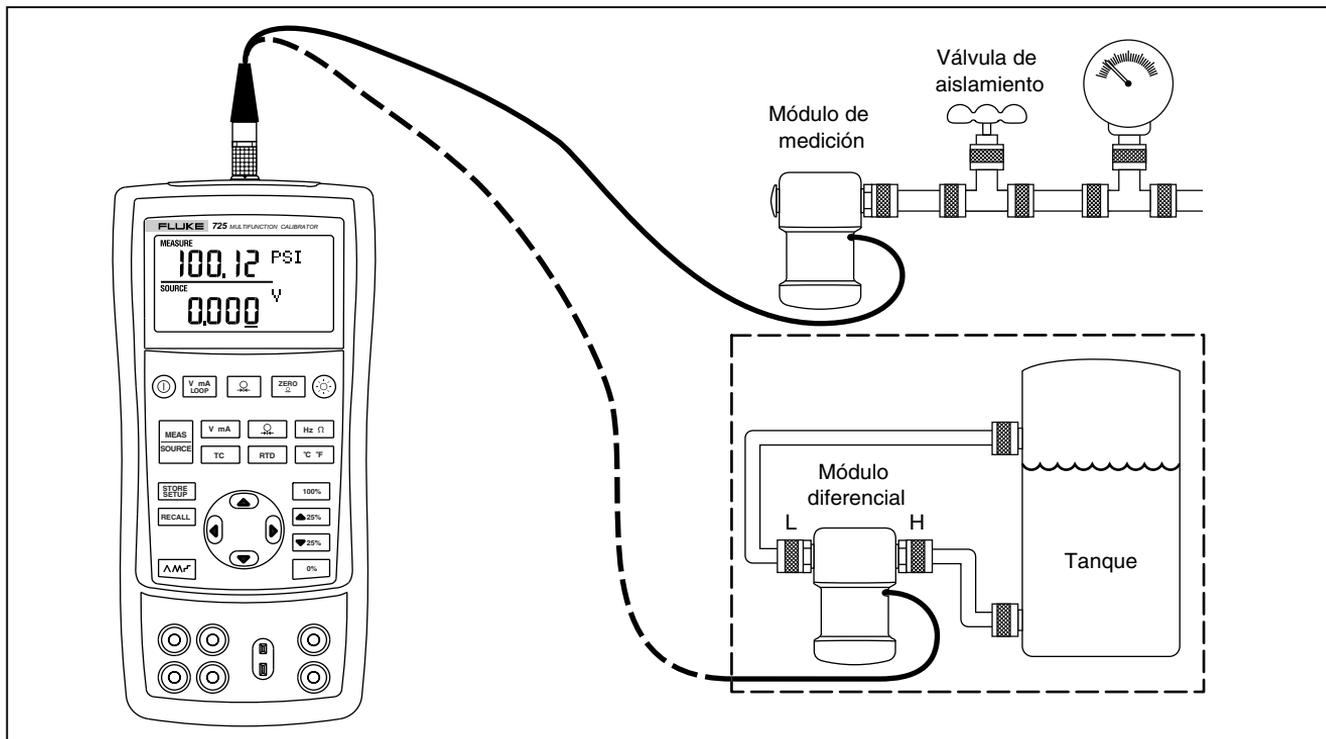

Figura 13. Conexiones para medir presión
1. Conecte el módulo de presión al calibrador tal como se muestra en la figura 13. Las roscas en los módulos de presión aceptan accesorios para tubería estándar ¼ NPT. Si es necesario, utilice el adaptador de ¼ NPT a ¼ ISO suministrado.
1. Conecte la fuente de alimentación de bucle de 24 V tal como se muestra en la figura 13.